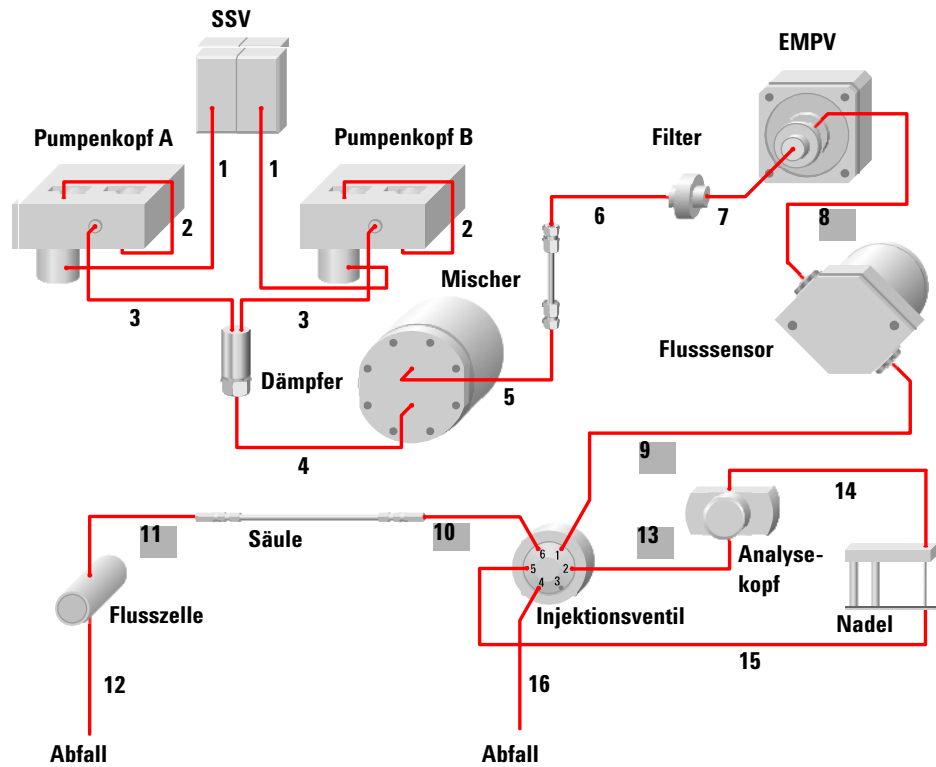

Abb. 39 Flussdiagramm der Kapillarpumpe
Der in Tabelle 80 beschriebene Satz zur Erweiterung des Flussbereichs ermöglicht die Anpassung der Kapillarpumpe für den Betrieb mit Flussraten bis zu 100 µl/min. Um den Systemdruck zu reduzieren, wenn der Fluss bis 100 µl/min erhöht wird, müssen einige Kapillaren ausgetauscht werden. Diese Kapillaren (8, 9, 10, 11, 13) sind in Abb. 39 auf Seite 137 grau unterlegt.
- 1** Entfernen Sie mit den 4 mm / 1/4 - 5/16 Zoll-Gabelschlüsseln die Kapillaren 8, 9, 10, 11 und 13. Wo sich diese befinden ist aus Abb. 39 auf Seite 137 ersichtlich.
- 4** Setzen Sie mit den 4 mm / 1/4 - 5/16 Zoll-Gabelschlüsseln die Kapillaren 8, 9, 10, 11 und 13 wieder ein. Wo sich diese befinden ist aus Abb. 39 auf Seite 137 ersichtlich.